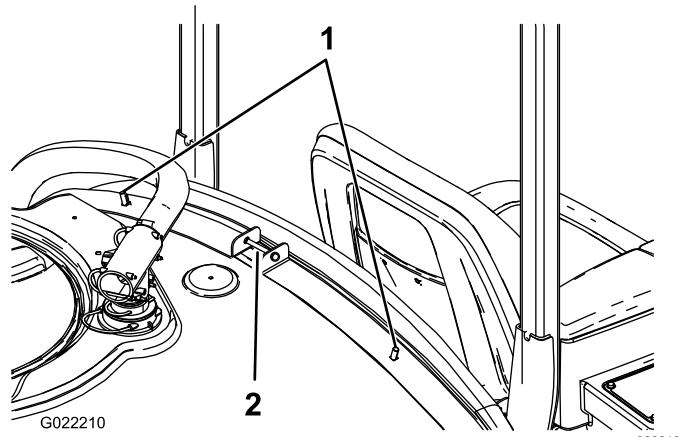

Рисунок 1
- Установите 2 каретных болта в верхние внутренние отверстия передних хомутов бака (Рисунок 1).